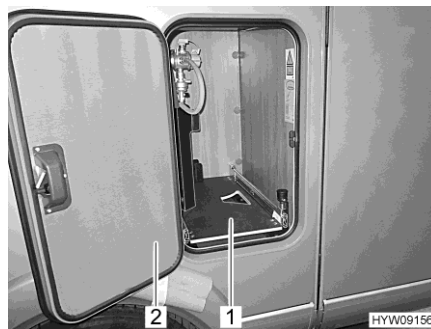

Bild 129 Gaskastenauszug
- Klappe (Bild 129,2) zum Gaskasten öffnen.
- Gaskastenauszug (Bild 129,1) herausziehen, bis der Knauf wieder einrastet. Der Gaskastenauszug ist jetzt in dieser Stellung arretiert.